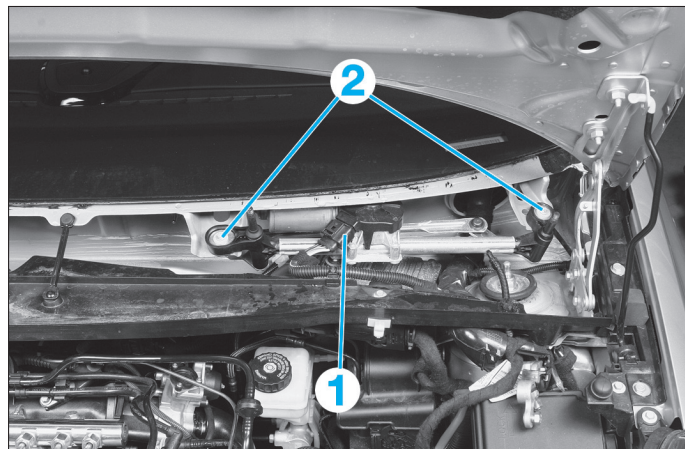

Fig. 14
- Déconnecter le connecteur (1) (Fig.14).